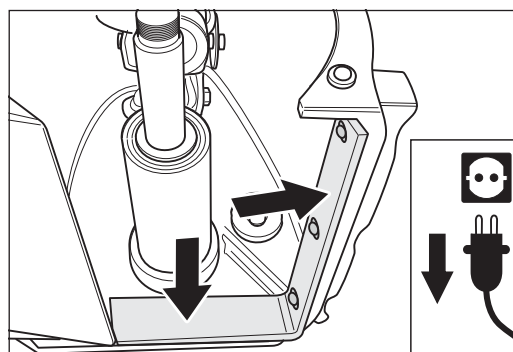

Abb. 86 Der Dichtfilz darf nicht beschädigt sein. Gegebenenfalls muss er ersetzt werden!
- Beachten Sie, dass der Dichtfilz nicht beschädigt oder abgenutzt ist! Berührt der Dichtfilz bei abgelassener Schleifwalze nicht mehr den Boden, sollte er ersetzt werden (Abb. 86)!